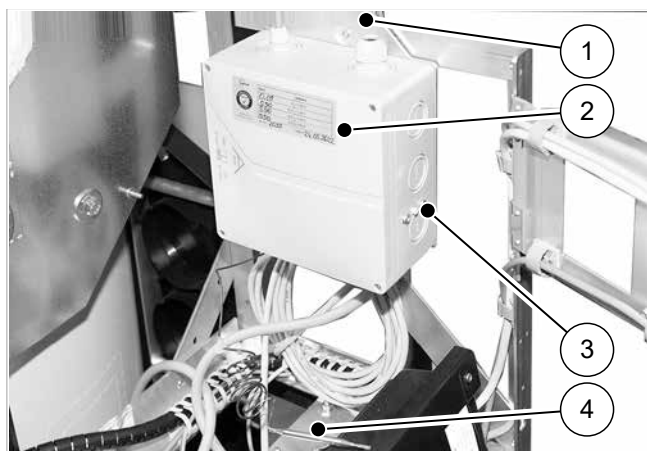

Fig. 18: Caja de conexión para cartucho calefactor, montada
1. Inserte el limitador de temperatura de seguridad (4, → fig. 18) en el manguito del cartucho calefactor y sujételo con el conector de muelle adjunto.